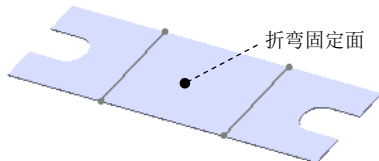

图 7.3.9 定义折弯固定面
Step5. 定义折弯固定面。在图 7.3.9 所示的位置处单击，确定折弯固定面。